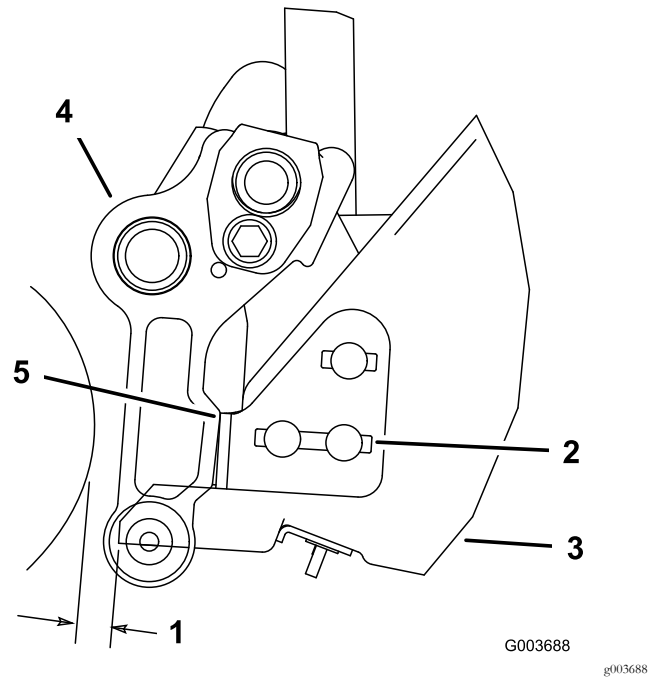

Рисунок 13
1. На каждой стороне корзины ослабьте гайки каретных болтов, которые крепят ограничительные кронштейны корзины к корзине (Рисунок 13).
2. Расположите корзину параллельно режущему блоку с минимальным зазором в 6 мм между кромкой корзины и барабаном (Рисунок 13).